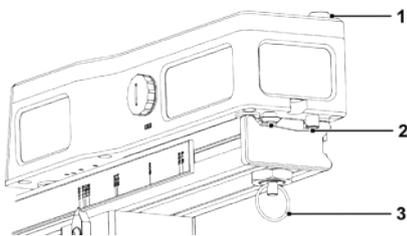

Abb. 3
- Füße des FM5-BT in die Führungsnuten der Messschiene einpassen (2, Abb. 3). Dabei Arretierbolzen (3, Abb. 3) nach unten ziehen.
- Bremse am FM5-BT (1, Abb. 3) drücken und das Messgerät über die Messschiene schieben.